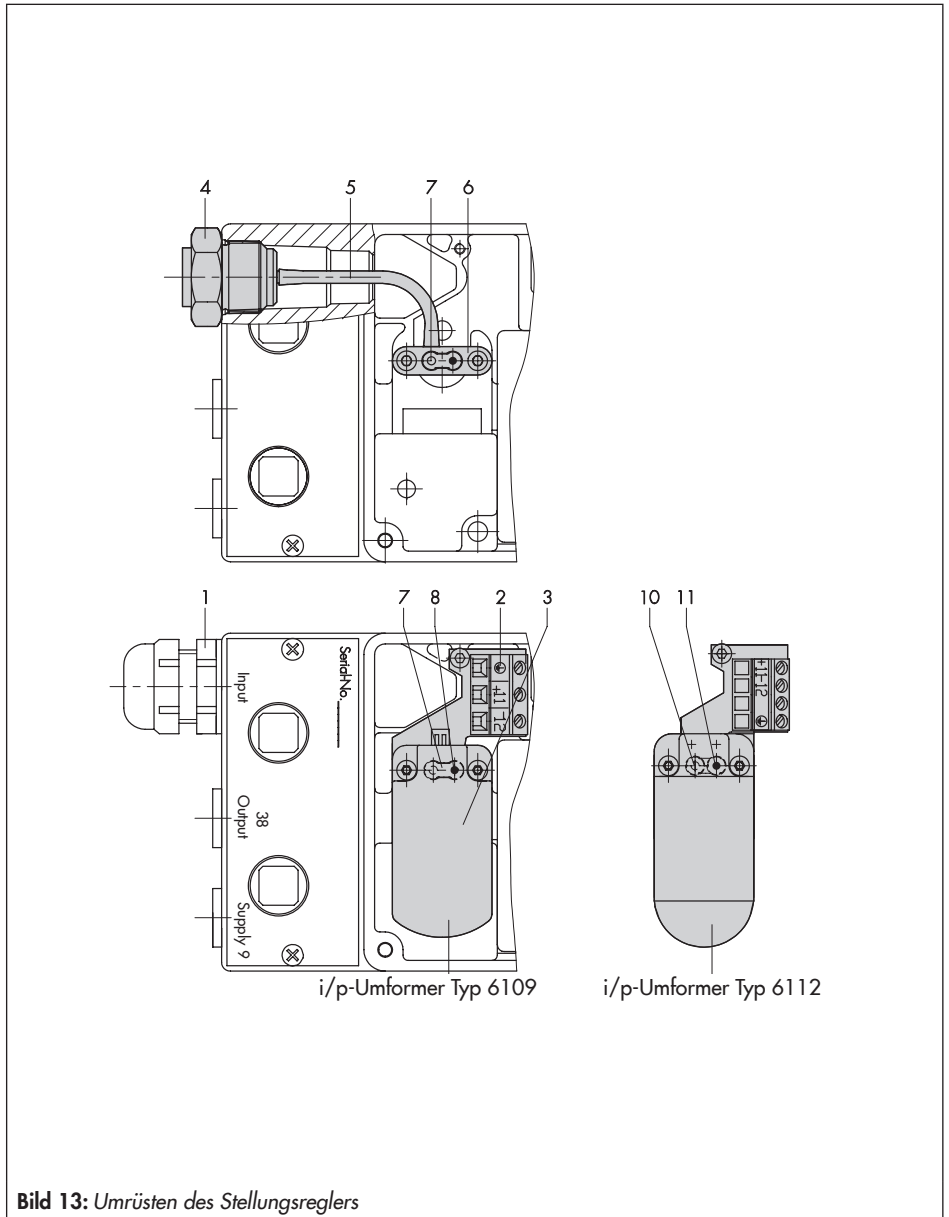

Bild 13: Umrüsten des Stellungsreglers
Zusätzlich zum jeweils erforderlichen i/p-Baustein Typ 6109 oder Typ 6112 (vgl. Bild 13) müssen die Platinen, die Anschlussverschraubung und die Befestigungsschrauben als Umrüstsatz beige stellt werden.
1. Anschlussplatte (6) lösen und mit Dichtelement (7) herausnehmen, Schlauch (5) abziehen.
2. Anschlussnippel (4) aus dem Gehäuse herausdrehen.
4. Dichtelement (7) auf der Unterseite in die Aussparung der Leiterplatte so einstecken, dass Drossel mit Sieb (8) beim eingebauten Baustein (in Bild 13 gestrichelt dargestellt) rechts über der inneren der beiden Gehäusebohrungen (Zuluft) liegt.
5. Baustein mit zwei und Leiterplatte mit einer Schraube im Gehäuse befestigen, anschließend Kabelverschraubung (1) mit Dichtring montieren.
3. Kontrollieren, ob Dichtschläuche (10, 11) auf der Unterseite richtig eingesteckt sind. Der Dichtschlauch mit Drossel und Sieb muss beim eingebauten Baustein (in Bild 13 gestrichelt dargestellt) rechts über der inneren der beiden Gehäusebohrungen (Zuluft) liegen.
4. Baustein mit zwei und Leiterplatte mit einer Schraube im Gehäuse befestigen. Anschließend Kabelverschraubung (1) mit Dichtring montieren.